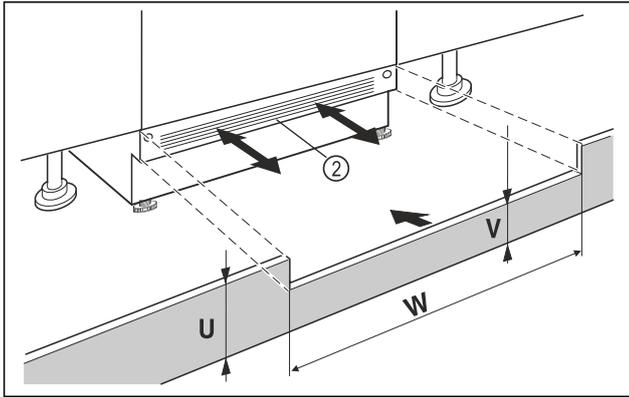

Fig. 40 Ενδεικτική απεικόνιση
- ▶ Τοποθετήστε τη μπάζα συσκευής Fig. 40 (2) αλλά μην την στερεώνετε ακόμη.
- ▶ Με την μπάζα Fig. 40 (2) ορατή, τραβήξτε την τόσο προς τα εμπρός, ώστε η μπροστινή ακμή του πλέγματος αερισμού και η μπάζα του επίπλου να είναι σε μία ευθεία.
- ▶ Με την μπάζα Fig. 40 (2) κρυμμένη, σπρώξτε την τελείως προς τα πίσω.
- ▶ Βεβαιωθείτε ότι είναι τελείως ελεύθερες οι σχισμές αερισμού: Εάν χρειάζεται, κόψτε στο σωστό ύψος την μπάζα του επίπλου Fig. 40 (U)!
- ▶ Προσαρμόστε κατά μήκος του πλάτους της εσοχής Fig. 40 (W) το ύψος του στηρίγματος Fig. 40 (V) κάτω από την μπάζα της συσκευής Fig. 40 (2).